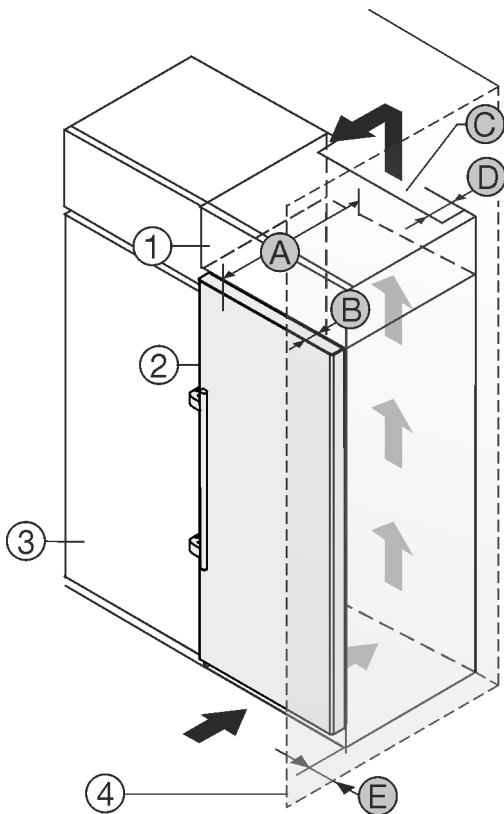

Fig. 2
Zariadenie môžete inštalovať priamo vedľa kuchynskej skrine *Fig. 2 (3)*.*
Na zadnej strane nadstavnej skrine musí byť vetracia šachta s hĺbkou *Fig. 2 (D)* cez celú šírku nadstavnej skrine.*
Pod stropom miestnosti sa musí dodržať prierez vetracieho otvoru *Fig. 2 (C)*.*
Ak zariadenie nainštalujete so závesmi vedľa steny *Fig. 2 (4)*, tak vzdialenosť medzi zariadením a stenou musí byť minimálne 57 mm . To zodpovedá presahu držadla pri otvorených dverách.*
Aby ste mohli dvere úplne otvoriť, zariadenie musí vyčnievať o hĺbku dverí *Fig. 2 (B)* prednej časti kuchynskej skrine. V závislosti od hĺbky kuchynských skriň *Fig. 2 (3)* a použitia dištančných držiakov na stenu môže zariadenie prečnievať ešte viac.*